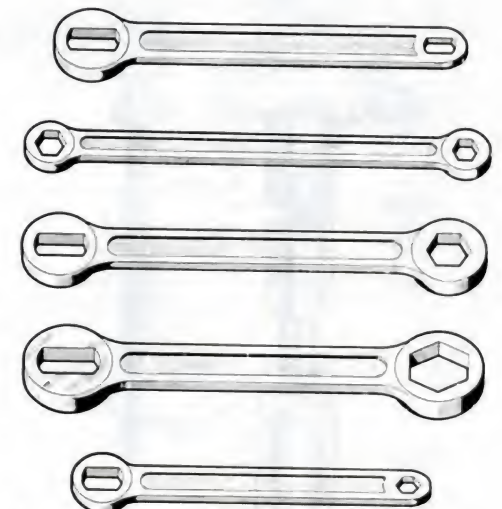

Fig. 7. — Clés fermées spéciales pour différents types d'injecteurs.
- éviter l'emploi de clés en mauvais état et utiliser de préférence des clés fermées (fig. 7);